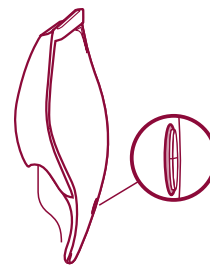

Fig. 6
- Dersom apparatet er plassert korrekt blir kontrolllampen rundt knappene rød. (fig. 6)